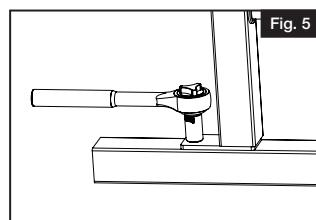
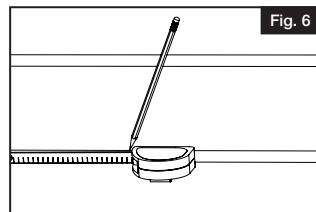
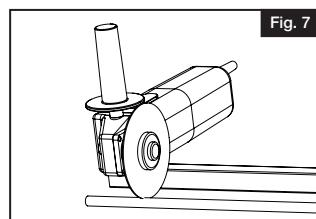

Fig. 5
Fig. 6
Fig. 7
- Hexagonales #10 (dado de  $\frac{5}{16}$ ", 8mm) de la parte superior e inferior de los montantes (Fig. 5). Conserve estos tornillos para volver a colocarlos más tarde. Retire los casquillos que quedan en las varillas e introduzcalos de nuevo en el montante. Mida Y MARQUE en el extremo de cada varilla la medición anotada anteriormente en este paso (Fig. 6). Repita esto en ambos extremos del panel. Corte las varillas. Las varillas se pueden cortar con una amoladora angular con un disco de corte de metal (Fig. 7). Compruebe que las varillas no tengan rebabas.